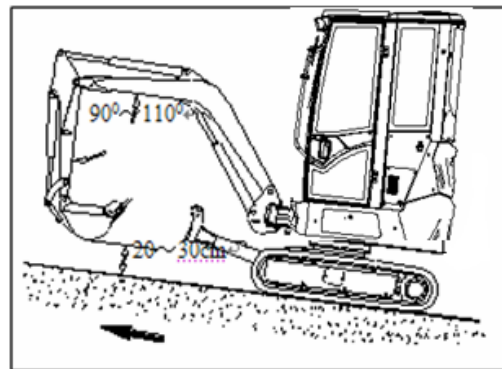

FIG.3-17
- 8) Utilajul trebuie să se deplaseze cu viteză redusă și în poziția prezentată în FIG. 3-17 atunci când se deplasează în jos pe o pantă de 15° sau mai mare.